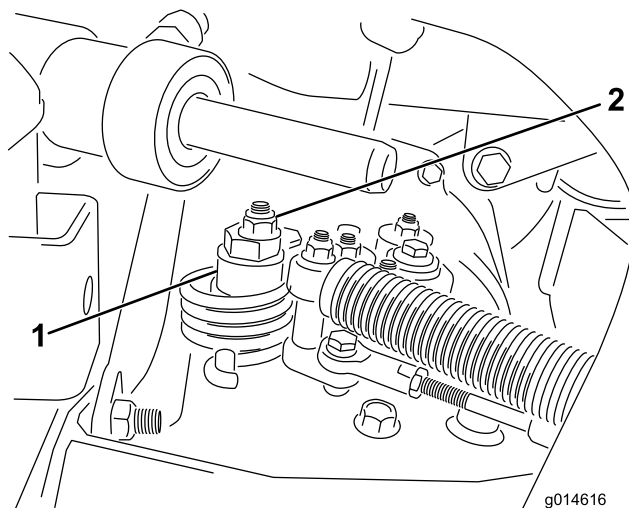

図 47
- A. 偏芯ナットをハイドロスタット上部に止めているナットをゆるめる（図 47）。
- C. どちらにも車輪が回らないように偏芯ナットを回して調整する。調整ができれば固定ナットを締める（図 47）。スロットル SLOW および FAST 位置で調整が正しいことを確認する。